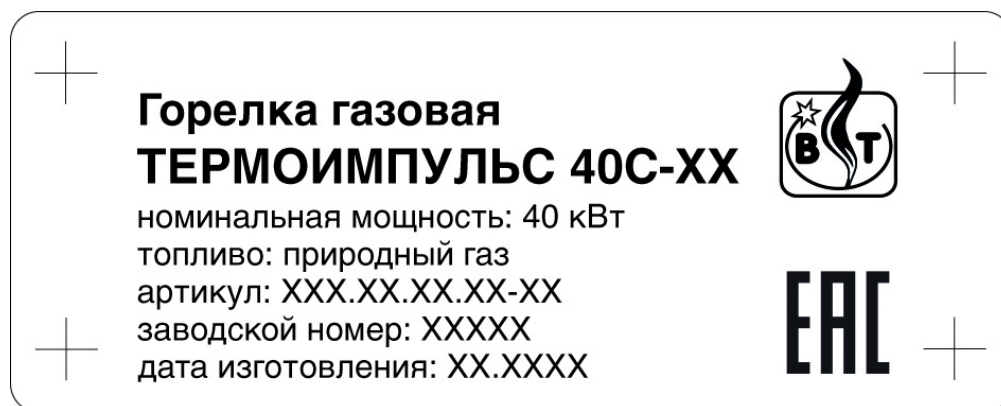

Рисунок 3 – Шильдик горелки ТЕРМОИМПУЛЬС 40С
2.3.3 Конструктивное исполнение, номинальная мощность, вид газа и дату изготовления смотреть на шильдике горелки, представленном на рис. 3.